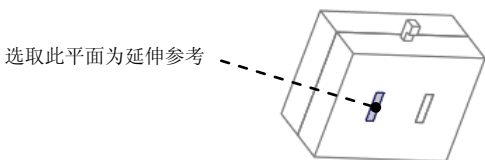

图 27.32 选取延伸表面
Step2. 在屏幕右下方的“智能选取栏”中选择“几何”选项。选取图 27.32 所示的表面为延伸参考平面。